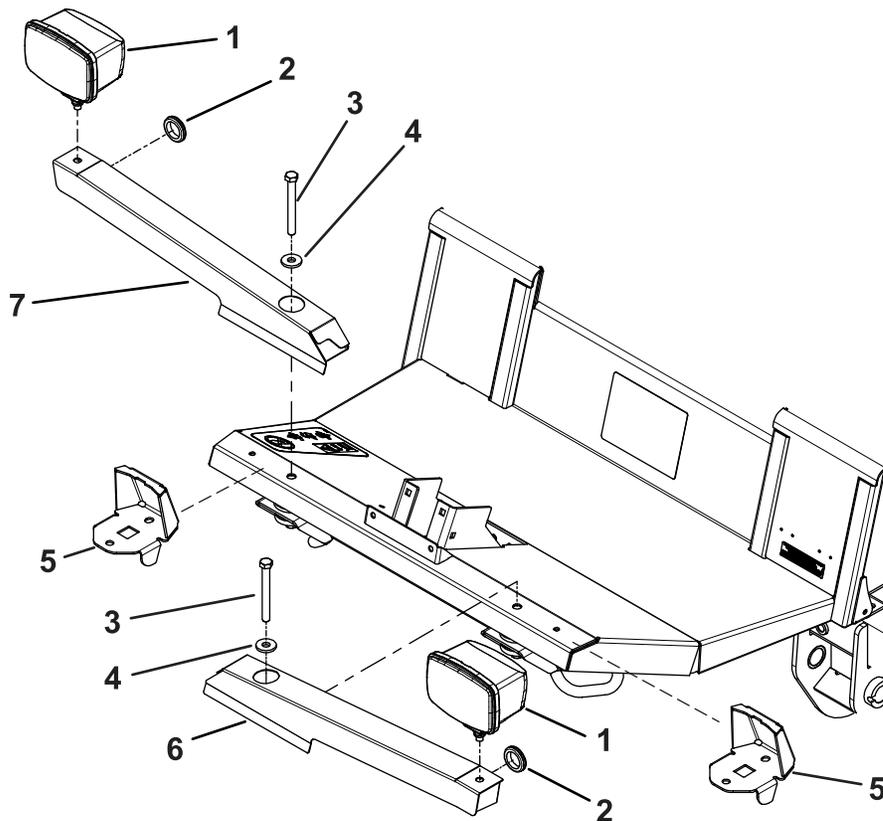

Figura 6
3. Retire los soportes de los faros y deseche los soportes (Figura 6).
4. Usando las fijaciones que retiró, instale los soportes de luz izquierdo y derecho en los taladros existentes en la parte delantera de la plataforma del operador (Figura 6).
5. Usando las fijaciones existentes del conjunto de faro, instale los faros en los soportes de luz izquierdo y derecho (Figura 6).
6. Instale los anillos de goma en los bastidores de luz (Figura 6).